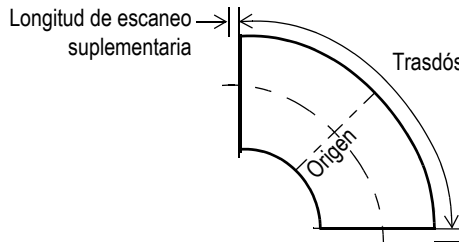

Figura 3-2 Trasdós: máxima longitud de la curvatura exterior del codo
1. Mida y registre el trasdós del codo (máxima longitud de la curvatura exterior del codo en la superficie; consulte la sección Figura 3-2 en la página 37).